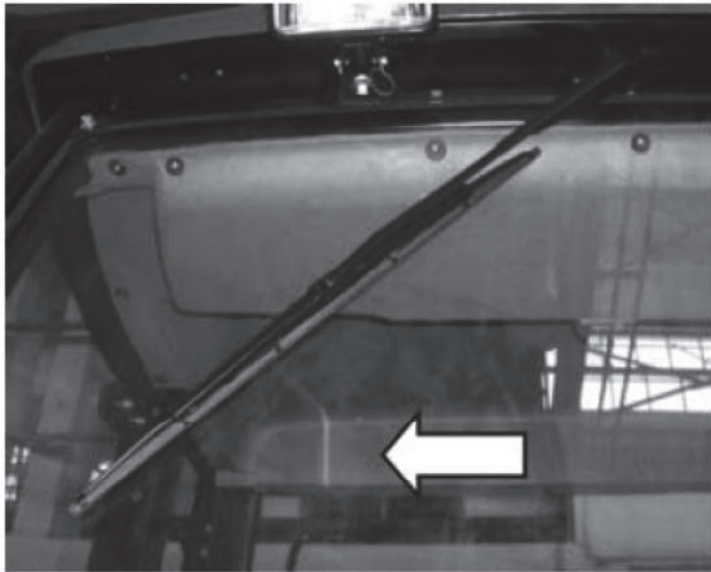

Figura 4-23 Limpiaparabrisas
(4) Limpiaparabrisas eléctrico (consulte la figura 4-23)